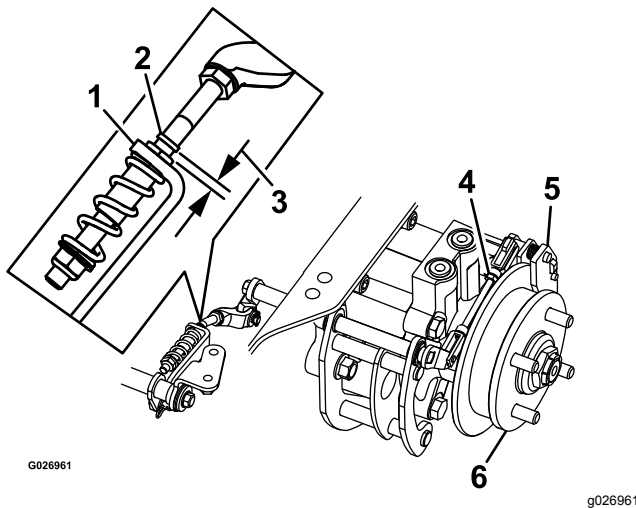

Figura 89
7. Verifique para ver se existe uma folga visível entre o suporte em L e o batente da união (Figura 89).